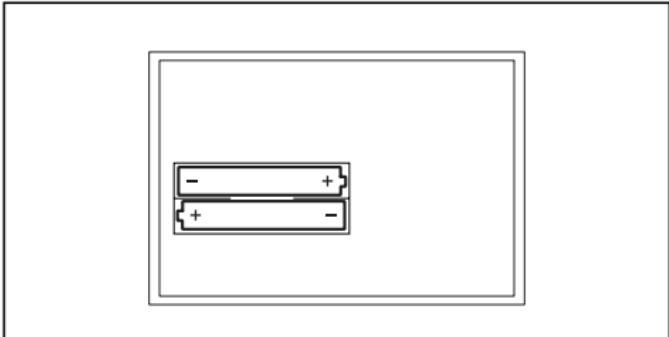

Fig. 4.2 Cambiar las baterías
- Cambie las baterías (2x AAA-LR03; Fig. 4.2). Tenga en cuenta la polaridad correcta de las baterías.